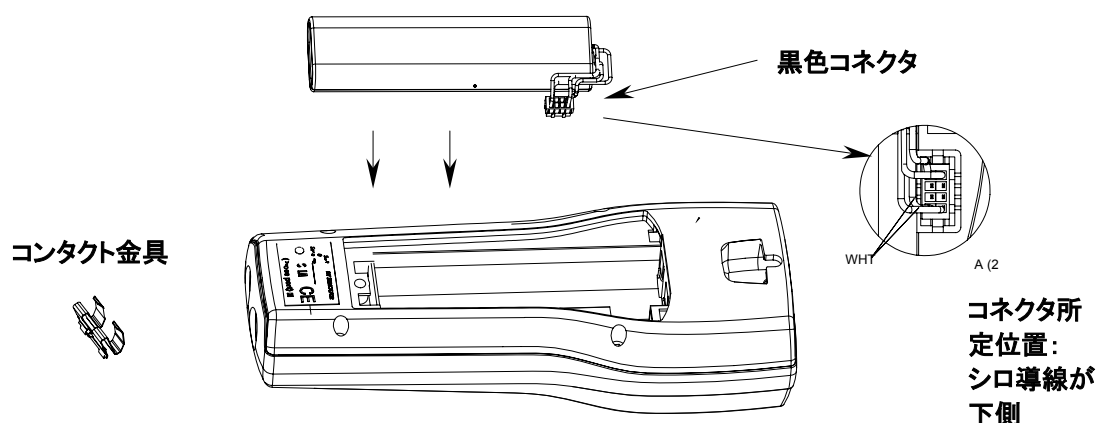

図 3. バッテリーパックのインストール
2. 次のようにプローブを取り外します (図 3 参照)。
3. 新しいバッテリーパックの黒色コネクタを導線に接続します。コネクタが図3に示すような位置になるよう気をつけてください（アカとクロの導線がコネクタの上縁にくる）。導電材質でコネクタを押し上げることはないようにしてください。